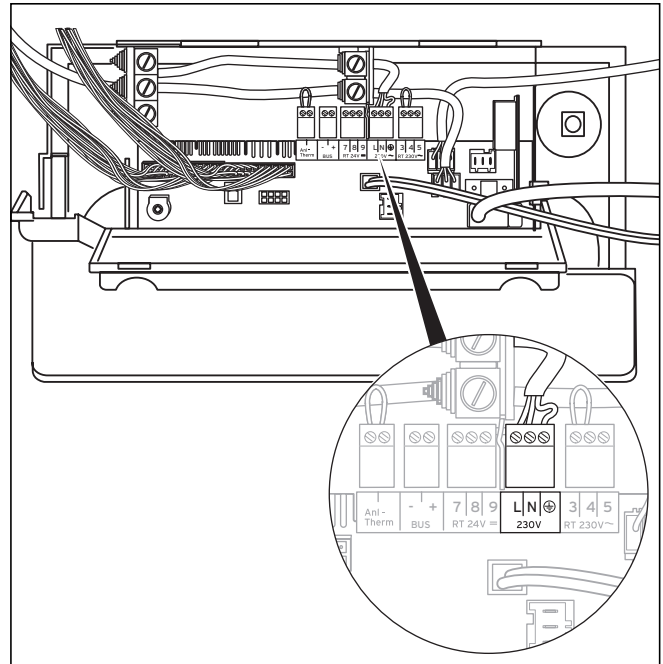

Fig. 5.11 Tilslutning af netforsyningsledning
- Før netforsyningsledningen hen til tilslutningsniveauet i kontrolboksen, som vist på fig. 5.11.